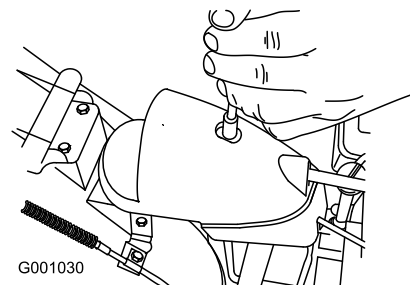

Figure 46
1. Retirez la fixation du couvercle du secteur denté (Figure 46), soulevez l'avant du couvercle et faites-le coulisser en arrière de façon à l'écarter.